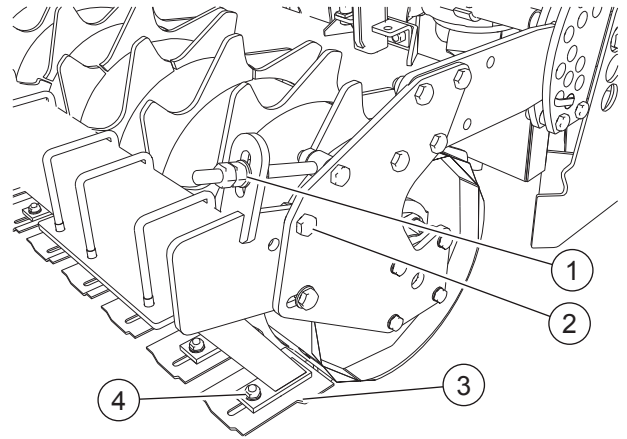

FIG. 32
- Die Schraubenmutter lockern (2, "Fig. 32").
- Die Schraubenmutter (1) lockern bis zum Annähern des Schabers an der Walze, soweit gewünscht.